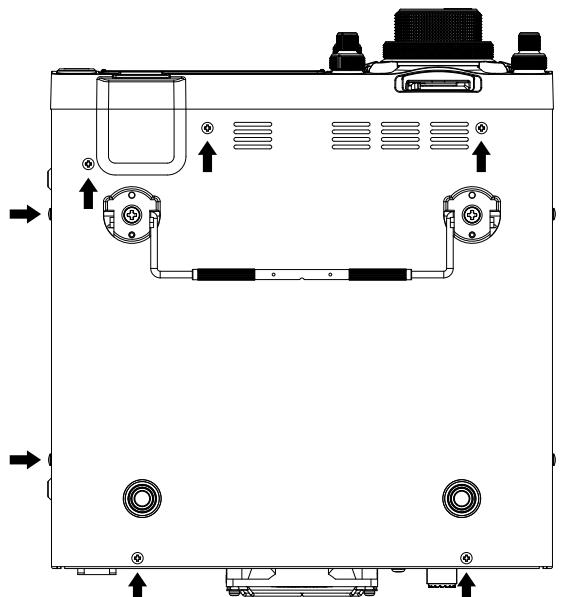

図 1
- 図 1 の矢印で示す 9 本のビスを外して、底面ケースを外します。